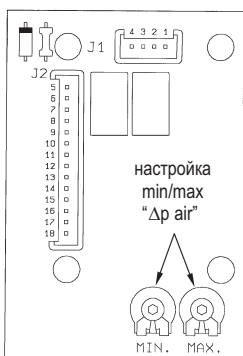

Рис. 3
- 2) Используя триммер "MAX" на электронной плате вентилятора (рис. 3) настройте максимальный перепад давления в соответствии с таблицей:
- 4) Используя триммер "MIN" на электронной плате вентилятора (рис. 3) настройте минимальный перепад давления в соответствии с таблицей:
#### – Отсутствие розжига (рис. 3).